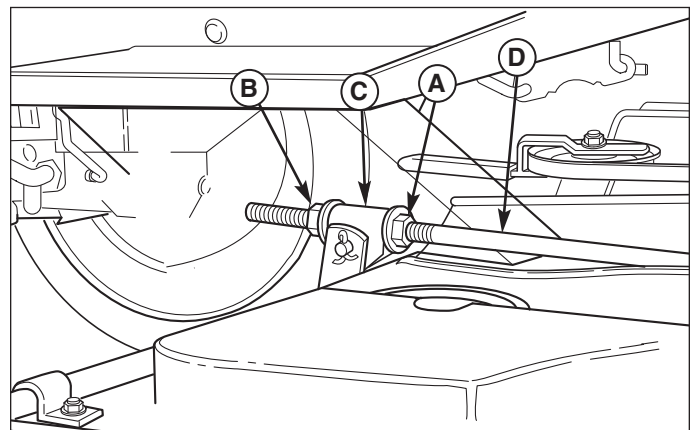

Figura 37. Livellamento parte anteriore/posteriore piatto di taglio
8. Vedere Figura 37. Per sollevare la parte anteriore del piatto di taglio, allentare il dado anteriore (A) e ruotare il dado posteriore (B) rispetto alla staffa (C).
9. Per abbassare la parte anteriore del piatto di taglio, allentare il dado posteriore (B) in modo da fare spostare all'indietro la staffa (C) e allungare l'asta.
10. Prima di serrare il dado anteriore (A) rispetto alla staffa, ripetere nuovamente la misurazione.